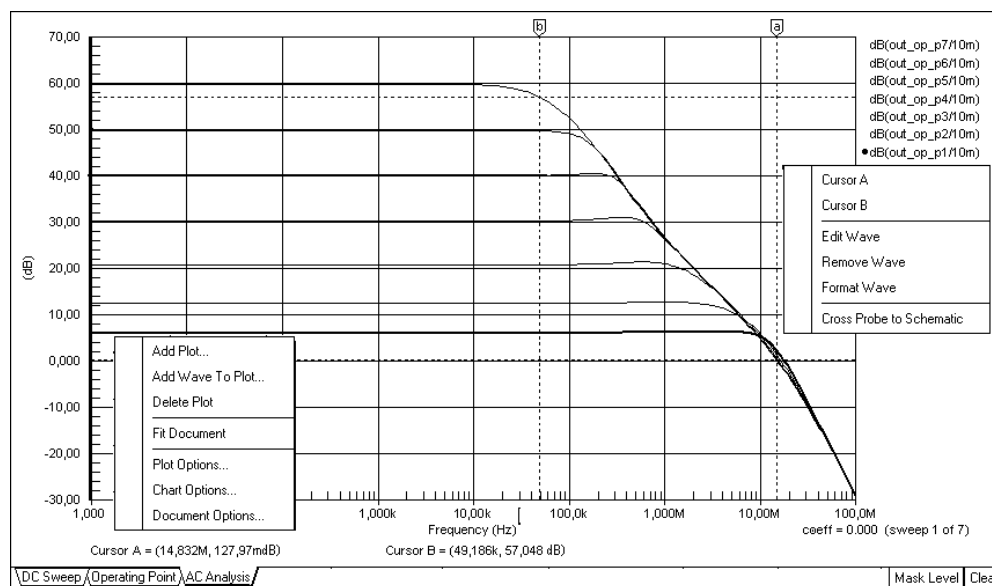
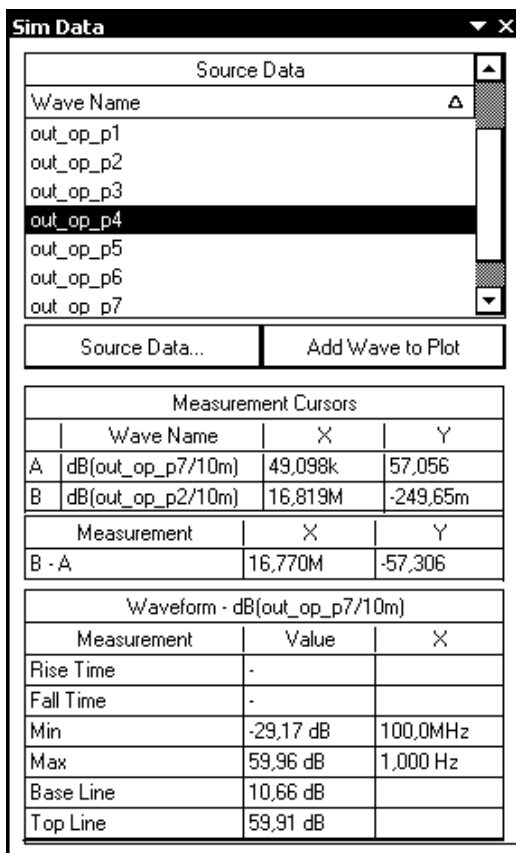

Рис. 9.13. Результат моделирования частотной характеристики ОУ при изменении глубины ООС
Рис. 9.15. Сводка результатов моделирования в панели **Sim Data**
- Щелчком на кнопке **Run Mixed-Signal Simulation** в меню **Mixed Sim** запустить выполнение задачи. Система моделирования выполняет расчеты для всех заданных видов анализа, формирует файл результатов **OP_AMP_AC.sdf**, включает его в ветвь **Generated | Simulation Documents** дерева структуры проекта и выводит данные в главное окно программы (рис. 9.13). Данные в выходном файле представляются в графической и текстовой формах на нескольких вкладках, в соответствии с назначенными видами анализа.
Когда графики построены, справа от них располагается список имен узлов цепи, напряжения или токи в которых отображаются графиками. В случае, приведенном на рис. 9.13, показаны результаты параметрического анализа, снятые с одного и того же узла цепи — с ее выхода. Здесь в списке указано одно и то же имя, а сопровождают его обозначение номера прохода (p1, p2 и т. д.).
- Щелчок правой кнопкой мыши на имени кривой на рис. 9.13 точно так же выделяет ее, но вдобавок к этому активизируется контекстное меню управления видом графиков (см. рис. 9.13), содержащее команды:
- **Cursor A** и **Cursor B** — команды вызова двух электронных курсоров, позволяющих выполнить замеры на одной или двух кривых, если выбрать кривые по очереди и на каждую наложить свой курсор. Результаты замеров отображаются строкой в нижней части графического окна. Эти же данные передаются в плавающую панель **Sim Data** (рис. 9.15) и отображаются в поле **Measurement Cursors**. Так, курсоры на рис. 9.13 указывают частоту среза частотной характеристики при усилении 60 дБ (курсор B) и частоту единичного усиления, составляющую, по данным замера, 14,832 МГц — практически паспортное значение для усилителя K140УД11 (показания курсора A). Строкой ниже отображается разность показаний курсоров B – A по осям X и Y;